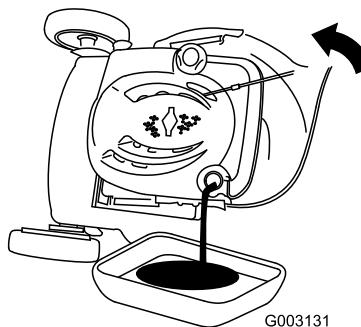

Figura 47
3. Inclinete il tosaerba sul fianco, con il filtro dell'aria in alto, per scaricare l'olio usato attraverso il tubo di riempimento (Figura 47).